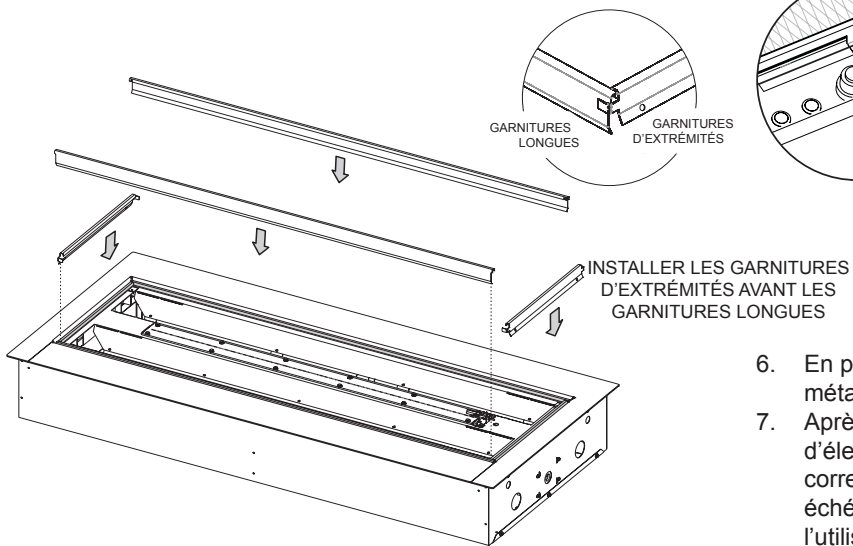

Figure 27a
2. Installer les (4) garnitures. Placer les deux garnitures courtes en premier et poser les garnitures longues avant et arrière ensuite. Les garnitures longues s'emboîtent dans les extrémités des garnitures latérales. **Voir Figure 27a**.